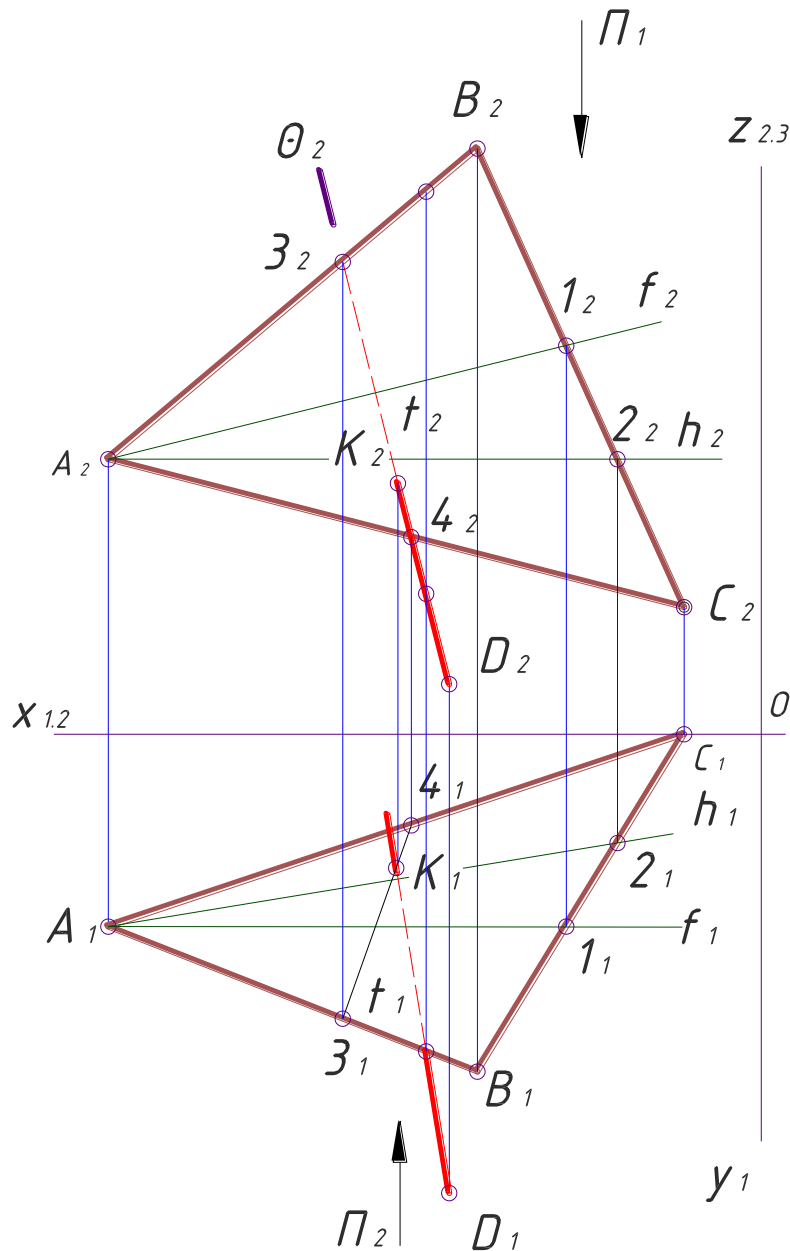

Рисунок 2.3. Определение основания перпендикуляра
- определить видимость отрезка прямой  $DK$  относительно  $\Delta ABC$  методом конкурирующих точек (рис.2.3).